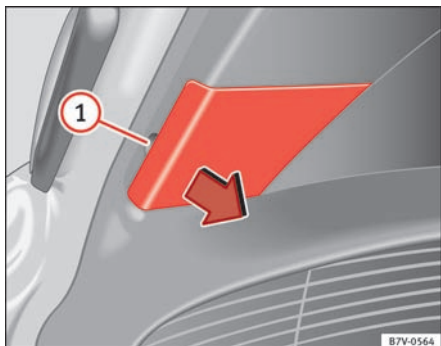

Fig. 206 I bagklappen:
3. Vip forsigtigt afdækningen af ved rillen ⇒ Fig. 206 ① ved hjælp af skruetrækkeren med den flade klinge fra bilens værktøj (⇒ Fig. 195).